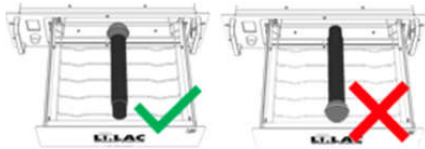

Abb. 3a
- Die Mikrofone mit dem Korb in Richtung der Markierung einlegen. Darauf achten, dass die Mikrofonköpfe an der vorderen Querstange anliegen (siehe Abb.3a und b).